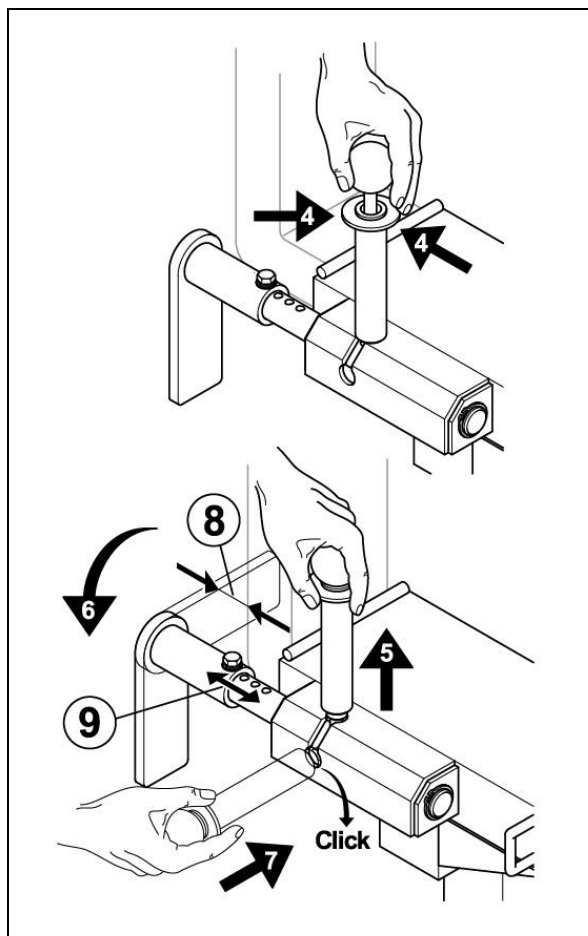

Fig. 4.5
- Indstil afstanden (1) på pallegaflerne før redskabsbæreren køres til!
- Låsningsskroge skal pege nedad mod jorden (2).
- Pallegaflerne føres ind i ophængen (3).
- Låsningsskroge fastgøres (fig. 4.5) trin (pile) 4 - 7 gennemføres.